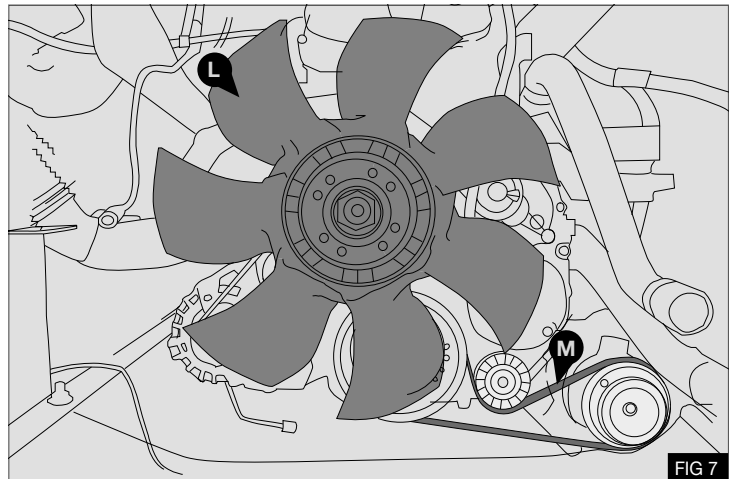

FIG 7
14. Extraiga y deseche las fijaciones M6 que sujetan el ventilador de refrigeración **L** al buje - Fig 7
15. Extraiga con cuidado y conserve la correa de transmisión **M** del compresor del aire acondicionado - Fig 7